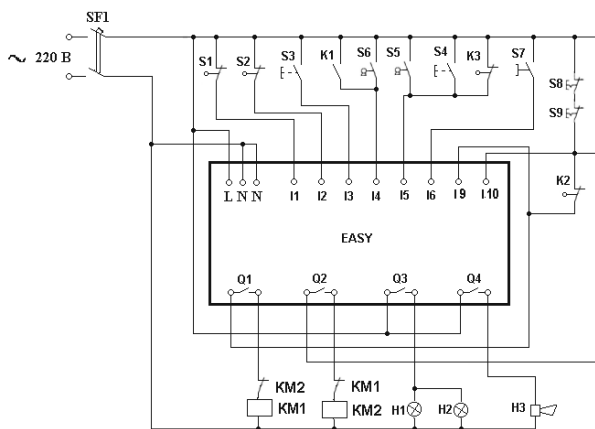

Рис. 9.32. Цепи управления реле EASY
Схема подключения. На рис. 9.32. показано подключение ко входам реле EASY следующих элементов: SF1 – автоматический выключатель; H1 – внутренняя лампа световой сигнализации; H2 – внешняя лампа световой сигнализации; H3 – устройство звуковой сигнализации; K1 – контакт считывателя магнитной карты; K2 – контакт панели безопасности; K3 – контакт датчика; KM1 – контактор закрывания двери, KM2 – контактор открывания двери; S1 – контакт конечного выключателя закрывания двери; S2 – контакт конечного выключателя открывания двери; S3 – кнопка закрывания двери; S4 – кнопка открывания двери; S5, S6 – контакты ключей открывания двери; S7 – кнопка открывания – закрывания двери; S8 – кнопка аварийной остановки.
Перейти в режим **Имитация**. В панели инструментов во вкладке **Принцип работы I/R** установить контакты I1 - I6, I9 - I10 в соответствии со схемой, приведенной на рис. 9.32. Щелчком по кнопке **Показание** выбрать в открывшемся меню вывод на индикацию выходов реле (Q). Открыть вкладку **Входы I** и включить выполнение режима **Имитация**.